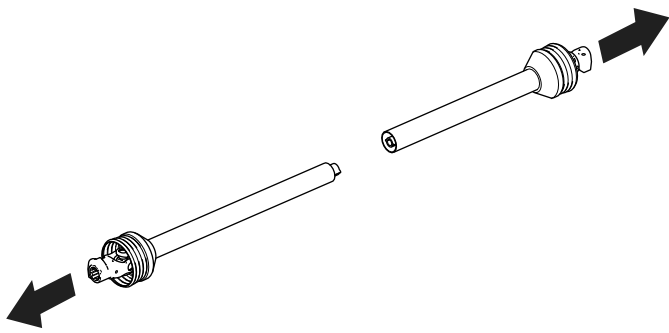

Figure 9
3. Séparez les sections de l'arbre de transmission de la PDF (Figure 9).